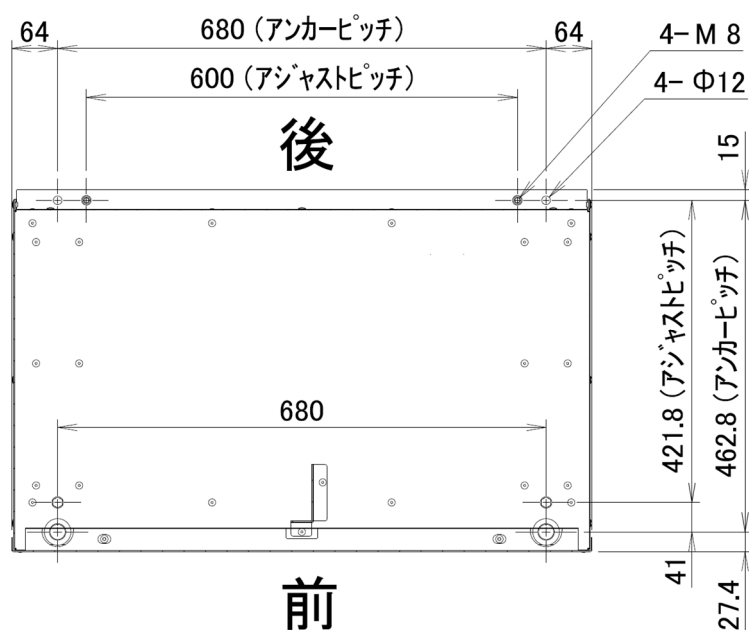

図 4-2
- 1) 機械の据付は、機械自重による床荷重（ 650kg/m^2 ）に充分耐えられる所で、かつ、水平な所であれば、特別な基礎工事の必要はなく、簡易基礎にて水平を出し、4本のアンカーボルトにて固定するだけで充分です。ただし、特に地盤の弱い所は、機械ベース図（図4-2）を参照の上基礎工事をしてください。また、機械の据付は水平器を用いて、左右は水平にし、機械の前後方向は機械前側が少し上がり気味になるように据付してください。